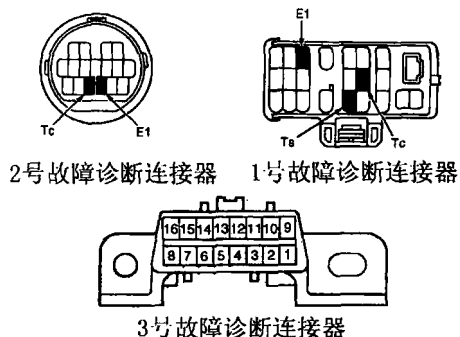

图 1-1-1 故障诊断连接器
(1) 用故障测试仪。打开点火开关, 故障指示灯亮后, 发动机不起动, 将测试仪接至故障诊断连接器 (见图 1-1-1), 按测试仪上提示操作即可读取故障码。
(2) 用发动机故障指示灯 (MIL)。打开点火开关, 用跨接线连接 3 号故障诊断连接器端子 4 (CG) 和 13 (TC), 这时可通过 MIL 的闪亮读取故障码。
(3) 用跨接线连接 1 号故障诊断连接器端子 FE1、E1, 打开点火开关, 即可通过 MIL 的闪亮读取故障码。